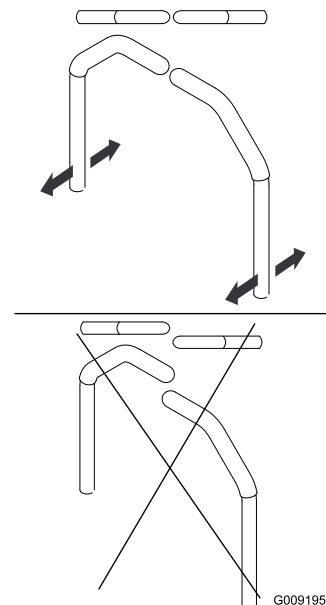

Bild 66
4. Richten Sie die Hebel in Längsrichtung aus. Bringen Sie die Hebel zuerst in der Neutral-Stellung zusammen und schieben Sie die Hebel dann so lange, bis sie ausgefluchtet sind. Ziehen Sie dann die Schrauben an (Bild 66).